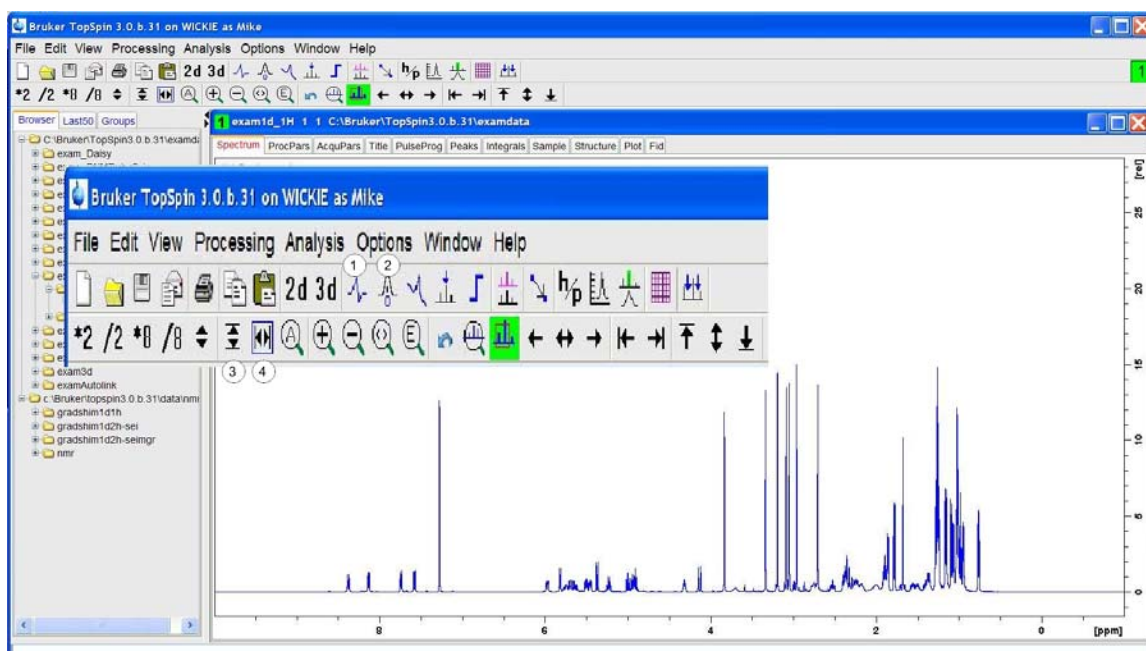

Figura 7.3: Alcune utili funzioni della finestra principale di TopSpin
Se ad un certo punto lo spettro sparisce dalla finestra è sufficiente cliccare sulle funzioni di scala come mostra la Figura 7.3.
5. Per vedere l'intero spettro, orizzontalmente, cliccare sul pulsante di scala come mostrato in Figura 7.3.